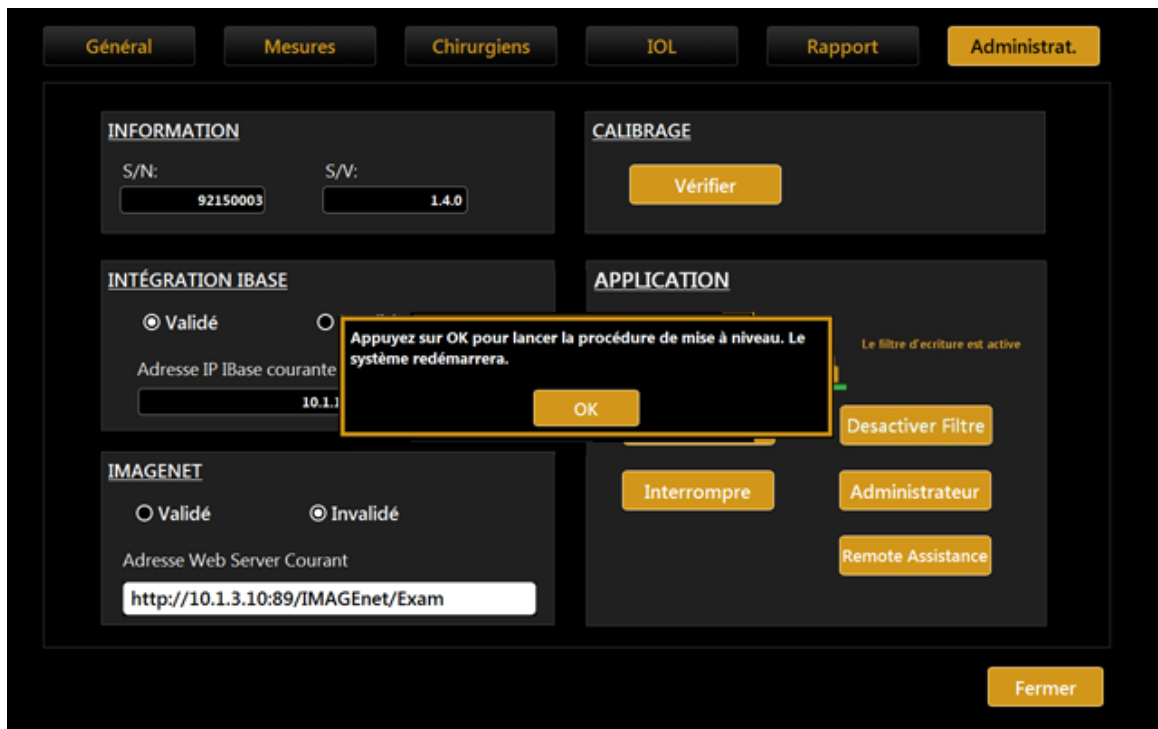

Figure 100
8. Appuyer sur « **OK** » pour redémarrer le système et commencer la mise à jour (Figure 100).